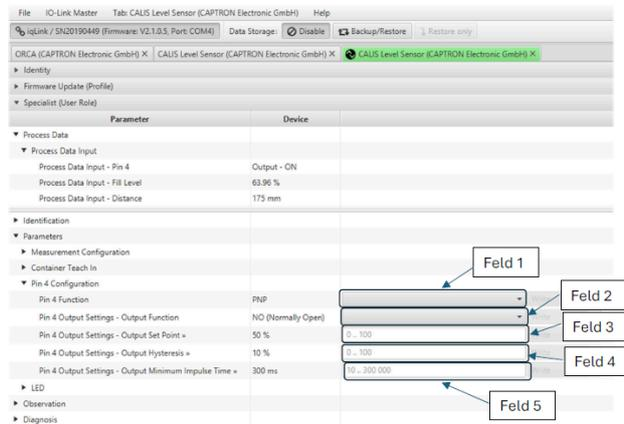

Abbildung 9 - Pin 4 configuration
- Funktion mit der Drop down Liste *Pin 4 Function* definieren ("siehe Abbildung 9 - Pin 4 configuration", Feld 1).
- Ausgang mit der Drop down Liste *Output Function* definieren ("siehe Abbildung 9 - Pin 4 configuration", Feld 2).
- Schaltpunkt als Prozentwert im Feld *Output Set Point* eingeben ("siehe Abbildung 9 - Pin 4 configuration", Feld 3).
- Den Rückstellwert des Schaltpunktes im Feld *Output Hysteresis* als Prozentwert eingeben ("siehe Abbildung 9 - Pin 4 configuration", Feld 4).
- Minimale Länge des Ausgangsimpulses im Feld *Output Minimum Impulse Time* eingeben. Default-Wert ist 300 ms ("siehe Abbildung 9 - Pin 4 configuration", Feld 5)